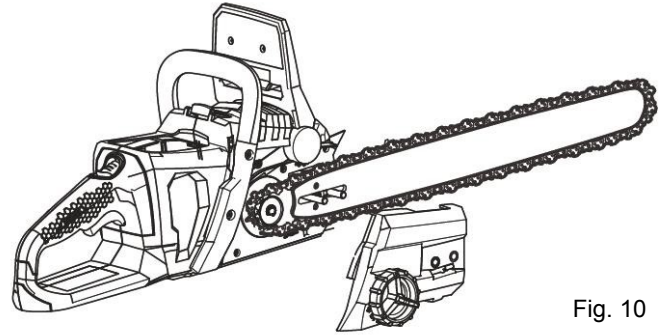

Fig. 10
- Vuelva a colocar la cubierta del embrague asegurándose de que el pasador de ajuste de la cubierta del embrague esté en el orificio del pasador tensionador de la cadena de la barra y que los dos espárragos de la barra estén fijos en sus respectivos orificios situados en la cubierta del embrague. (Fig. 10)